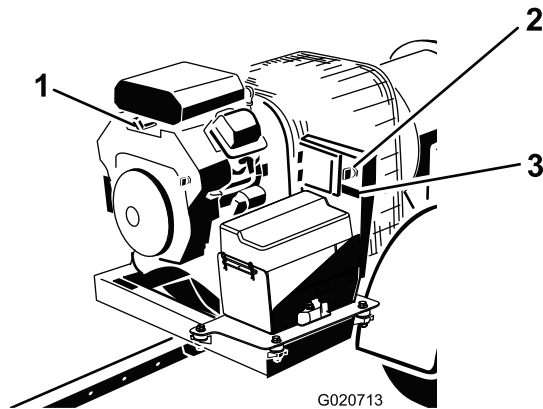

図 14
3. キーを Start 位置に回してすぐに手を離して ON 位置に戻す (図 14)。以上の操作により、レシーバが覚醒する。
4. 機械から離れる場合には、キーを OFF 位置に回してエンジンから抜き取る (図 14)。